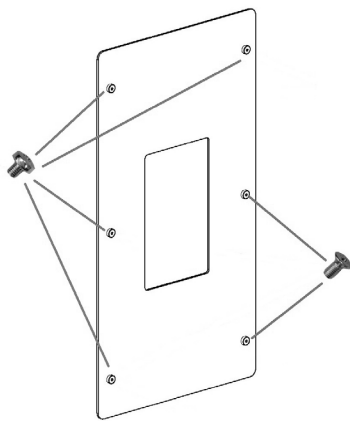

Fig. 40 - Die Schrauben anschrauben
- Die vordere Platte erneut positionieren (siehe **Fig. 40**).